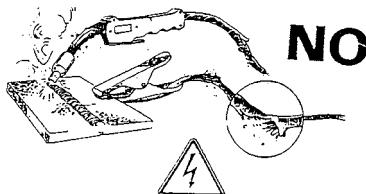

Fig.9
- Ne pas utiliser de câbles électriques ou de soudage, endommagés (fig. 9) ;